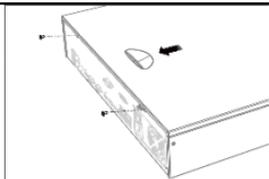

Figure 2-4 Retire a Tampa
Step 1 Desaperte os parafusos na parte traseira e empurre a tampa para trás para a retirar. Consulte Figure 2-4.